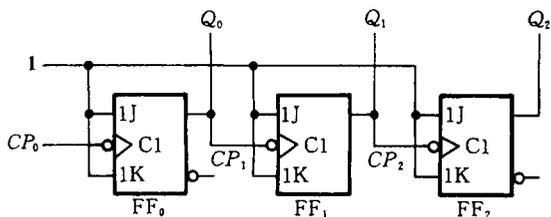

图 T7
1. 图 T7 所示异步时序电路，JK 触发器由 TTL 门电路构成，试画出 Q_0 、 Q_1 、 Q_2 端的输出波形，说明逻辑功能。设触发器的初始状态为 $Q_0Q_1Q_2=000$ 。